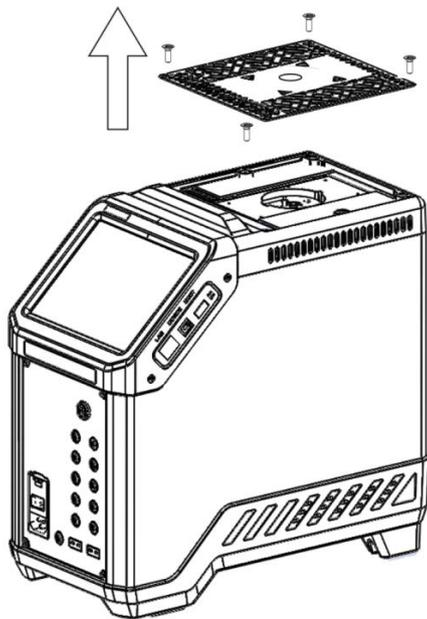

图 1 拆卸原防护板
- 1) 将干体炉原有的防护板更换为套件中的防护板，见图 1、图 2；